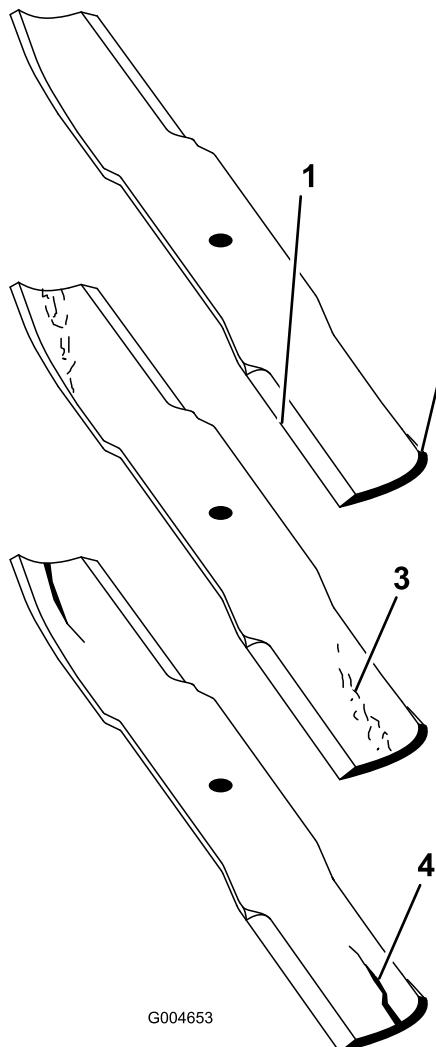

図 19
1. 刃先の部分を点検する図 19。刃先部分が鋭利でなかったり、打ち傷がある場合には、ブレードを外して研磨する。「ブレードの研磨」を参照。
2. ブレードを点検し、特にセール部をよく観察する図 19。破損、磨耗、割れの発生などがあれば図 19、直ちに新しいブレードに交換する。